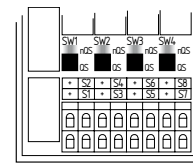

Fig. 5
- Pos. nQS (dessous) (voir Fig. 5): protection contre les courts-circuits d'entrées activée: convient pour les applications à 2 canaux sans sorties statiques dans les circuits de commande et pour les applications avec sorties statiques positives et négatives alimentées.